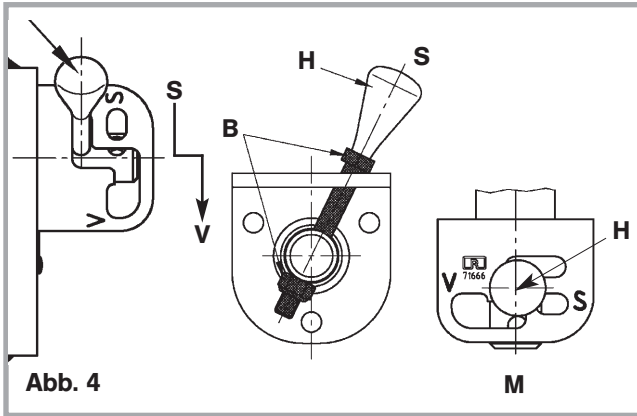

Abb. 4
- beide Sicherungsbolzen mit dem Handgriff **H** von der Sicherungsposition **S** zur Position **V** ziehen (Abb. 4).